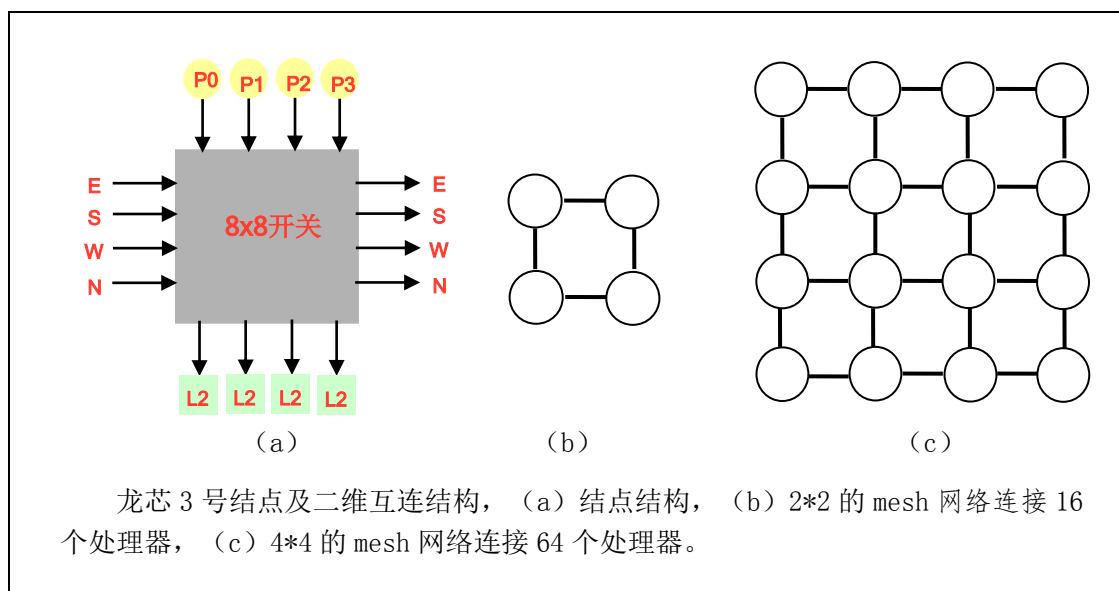

图 1-1 龙芯 3 号系统结构
龙芯 3 号采用的可伸缩互连结构如下图 1-1 所示。龙芯 3 号片内及多片系统均采用二维 mesh 互连结构，其中每个结点由 8*8 的交叉开关组成，每个交叉开关连接四个处理器核以及四个二级 Cache，并与东 (E) 南 (N) 西 (W) 北 (N) 四个方向的其他结点互连。因此，2*2 的 mesh 可以连接 16 个处理器核，4*4 的 mesh 可以连接 64 个处理器核。